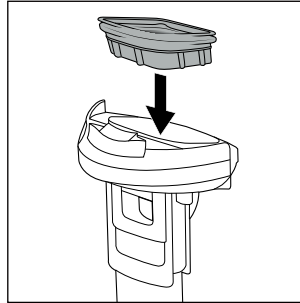

Afb. 26
- ♦ Reinig zo nodig de houder van het vuilwaterreservoir **2** op het apparaat met een vochtige doek (zie afb. 26).